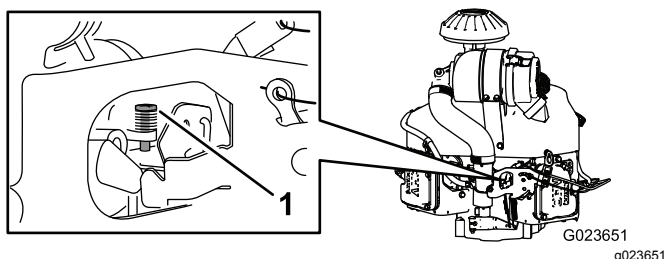

**Рисунок 66**
3. Нажмите подпружиненный конец рычага регулятора оборотов вниз (**Рисунок 66**).